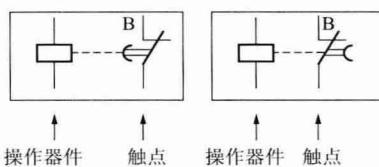

图 10 延时断开的动断触点
③ 延时断开的动断触点。操作器件(线圈)得电后不能立即断开,必须到整定的时间,才由闭合状态断开,这样的触点称为延时断开的动断触点,其图形符号如图 10 所示。电工平时交流时,将其简称为“延断瞬复动断触点”。